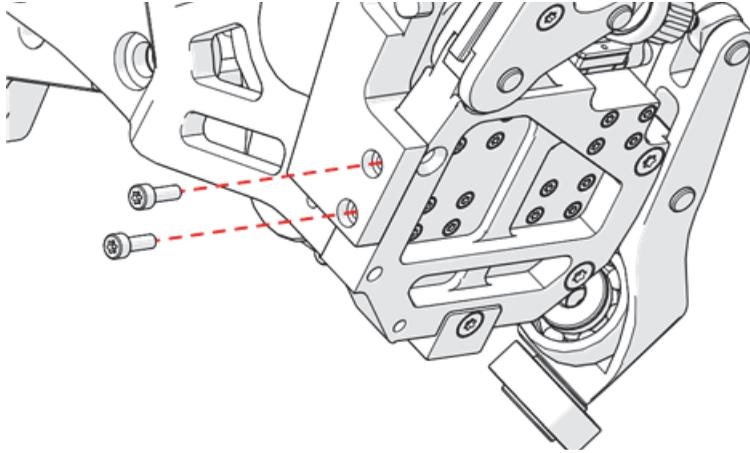

图2-29 拆下电机托架臂上的螺钉
9. 拆下电机托架臂上的两个螺钉（参见第103页的图2-29）。